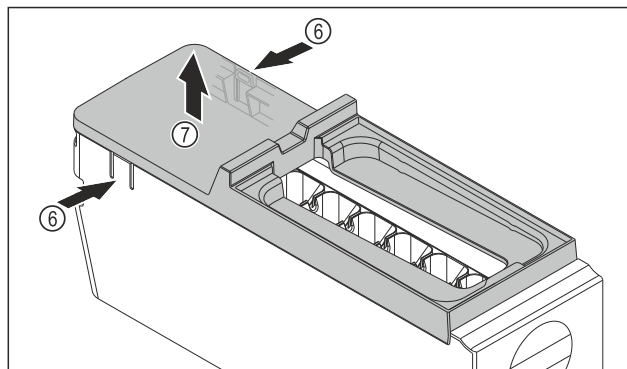

Fig. 175
- Abdeckung des EasyTwist-Ice-Körpers entnehmen: Laschen Fig. 175 (6) an den beiden Seiten des EasyTwist-Ice-Körpers mit einer Hand drücken.
- Abdeckung Fig. 175 (7) mit der anderen Hand nach oben entnehmen.